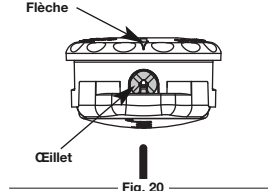

Fig. 20
1. Alignez les flèches sur le couvercle du dessus de la tête de coupe avec les œillets de la bobine extérieure, si ce n'est déjà fait. (Fig. 20)